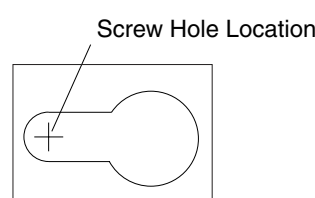

Figure 3
**6. Placer le boîtier de l'appareil sur la surface de montage et à l'aide d'un crayon tracer l'emplacement des trous de vis sur la partie étroite des encoches en trou de serrure. Voir la Fig. 3.**
6. Position the Fixture Housing (1) against the mounting surface and with a pencil, mark the screw hole locations to be located at the narrow section of the keyholes. **See Fig. 3.**
6. Coloque la caja de la luminaria contra la superficie de montaje y con un lápiz, marque las localizaciones de los agujeros para los tornillos que serán ubicados en la sección angosta de los "keyholes". **Vea Fig. 3.**